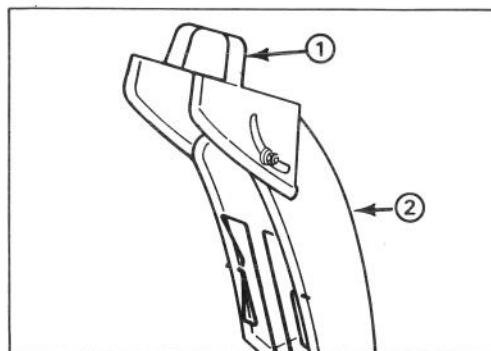

Figure 11
**Poignée de déflecteur** (fig. 11)—Celle-ci se trouve sur le dessus de la goulotte d'éjection et sert à régler la hauteur du jet de neige.